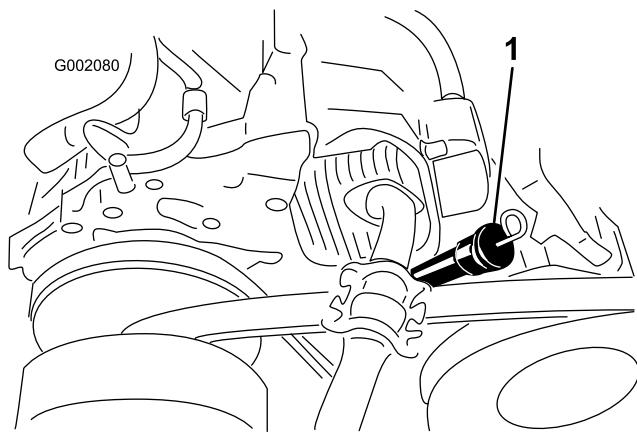
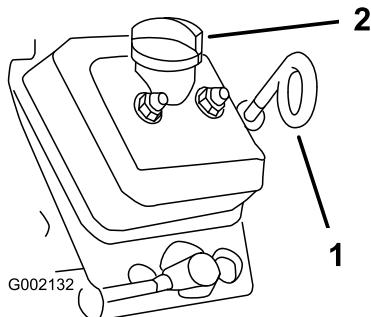

Figura 15
Figura 16
- Modelos 07266TC e 07279 – vareta do óleo e bocal de enchimento (Figura 15).
- Modelos **07273 e 07273TC** – vareta do óleo e tampa de enchimento (Figura 16).
4. Retire a vareta do óleo e limpe a extremidade (Figura 15 e Figura 16).
5. Volte a colocar a vareta completamente no tubo de enchimento (Figura 15 e Figura 16). Retire a vareta do óleo e verifique a extremidade.
6. Insira a vareta do óleo e coloque-a com firmeza (Figura 15 e Figura 16).